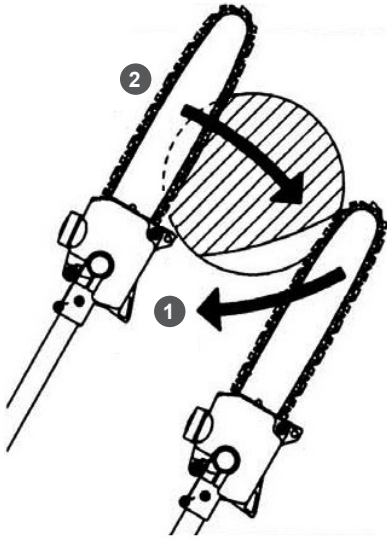
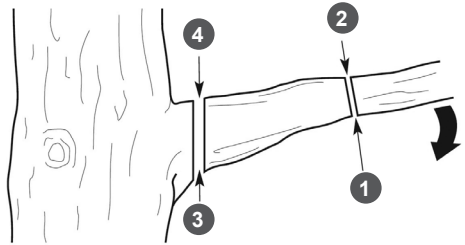

Рис. 18. Выполнение разгрузочного и основного резов
Рис. 19. Последовательность резов при отпиливании толстых веток
10. Сначала во избежание отскока или застревания шины сделайте разгрузочный надрез (глубина реза не более $1/4$ диаметра ветки) с нижней стороны ветки (Рис. 18 п. 1). Затем резом сверху-вниз срежьте ветку (Рис. 18 п. 2).
11. При спиливании веток диаметром более 10 см, рекомендуется сначала отпилить основную часть ветки (резы 1 и 2) (Рис. 19). Затем отпилить оставшуюся часть ветки (резы 3 и 4) (Рис. 19). Расстояние между резами 1-2 и 3-4 на Рис. 18 примерно равно 25 см.